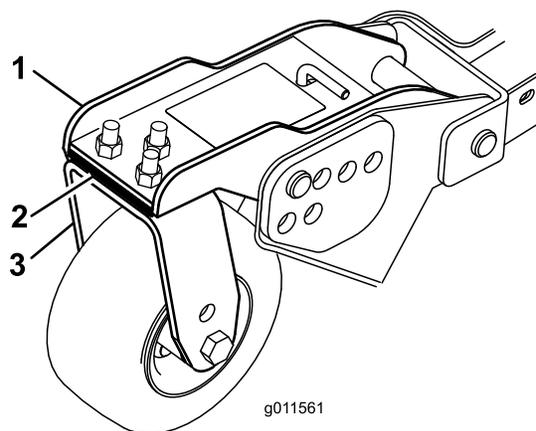

Figura 79
1. Retire os parafusos e as porcas que fixam o braço da roda à forquilha de roda (Figura 79).